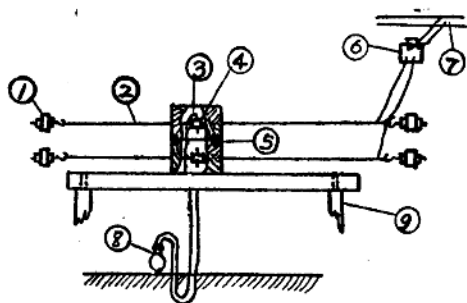

图1 标尺照明灯
①每个木方的上端鑽孔，并穿入一端为鈎状的螺絲，然后将二端相对之木方中間連接两条平行18号鉄綫（如图1之②），其架設的高度要稍低于跑車框木的下緣，作为照明灯滑車的两根導綫。
在跑車（如图1之⑨）尾側一公尺內的車框框木下部，固定一个架設滑車的木板，嵌上两个带有槽沟的鋼制滑車（如图1之④）。滑車軸为鋼制，固定在木板上（如图1之③）。为了便于檢修，木板与車框用折頁連接，木板中間也設折頁，以便单独檢查每个滑車（如图1之⑤），自两个滑車軸的一端，各接出一根电綫，以通至跑車上的标尺照明灯。然后通过开关（如图1之⑥）引电源（如图1之⑦）即可直接将电能导至标尺照明灯上。